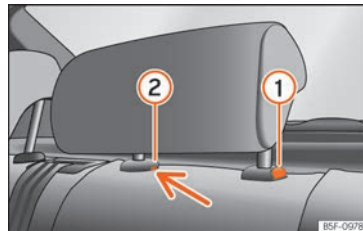

Fig. 159 Poggiatesta per il sedile posteriore centrale: punto di sblocco.
- Per regolare il poggiatesta ad un'altezza inferiore, premere il tasto ① »» fig. 159 e farlo scorrere verso il basso.
- Premere il tasto ① »» fig. 159, premendo al tempo stesso attraverso il foro della sicura ② »» fig. 159 con un cacciavite piatto di massimo 5 mm di larghezza e ritirare il poggiatesta.